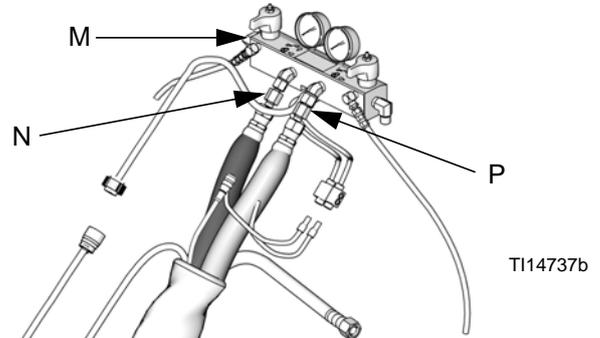

FIG. 18
- Graissez à l'aide d'une graisse Fusion et raccordez les flexibles de fluide sur le collecteur de fluide du doseur (M). Rouge pour le durcisseur, bleu pour la résine. Consultez la FIG. 18.